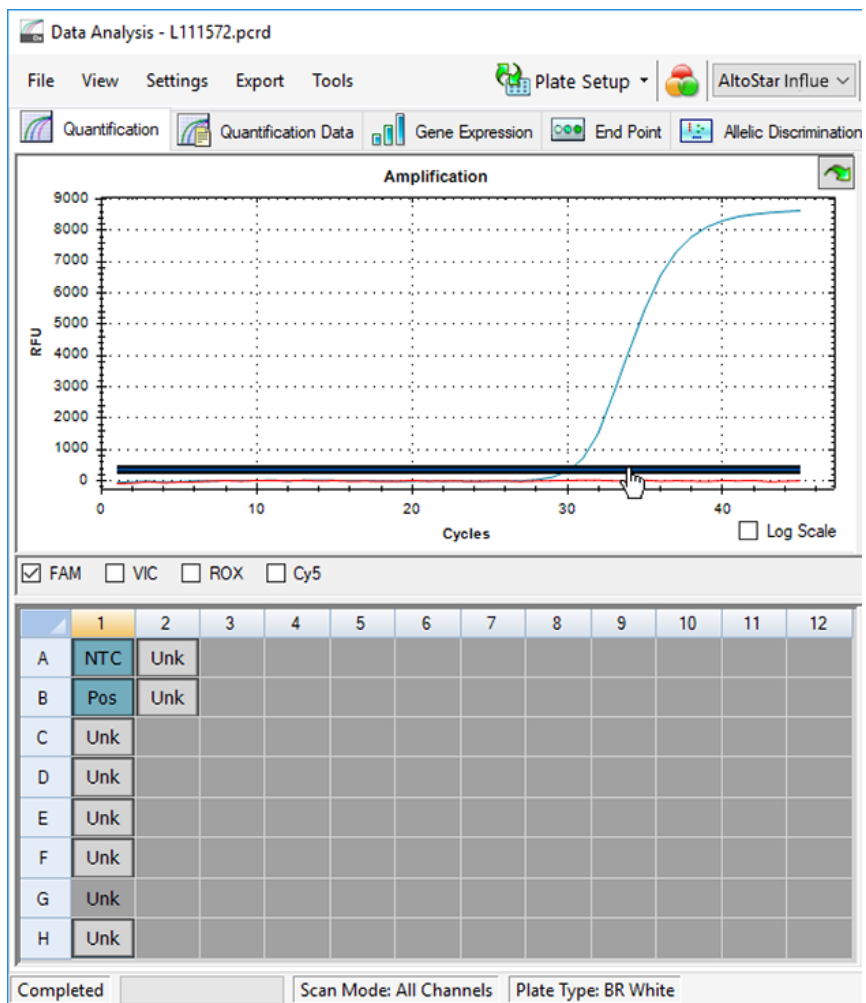

Figura 10: Ventana Data Analysis (análisis de datos): configuración del umbral FAM™
5. En la parte izquierda de la ventana Data Analysis (análisis de datos) quite la marca de la casilla de verificación **VIC** y marque la casilla **FAM** para el canal de detección de virus de la gripe A objetivo (consulte la figura 10).
6. Seleccione únicamente los pocillos que contienen el NTC y el PC en la vista de placa de la ventana Data Analysis (análisis de datos) (consulte la figura 10).
7. Arrastre el pocillo de umbral por encima de la señal del NTC hacia el área exponencial de la señal de PC (consulte la figura 10).